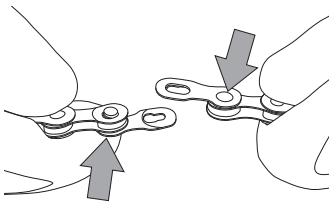

図7
- チェーンのインナー・リンクにある左右の2つの穴に、C-リング™ のピンを合わせます (図7)。